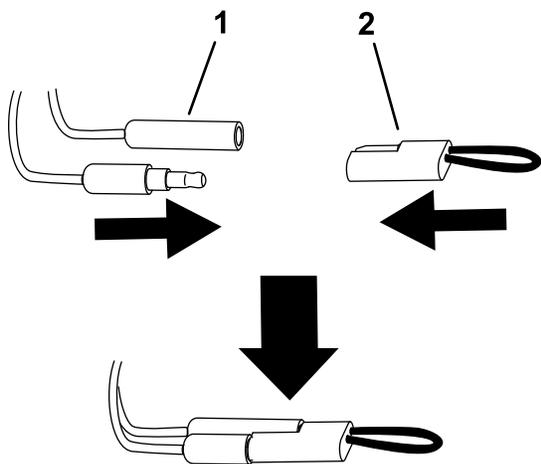

Bild 9
- Trennen Sie die Kalibrieranschlüsse und bringen Sie den Stopfen wieder auf die Anschlüsse an (Bild 9).